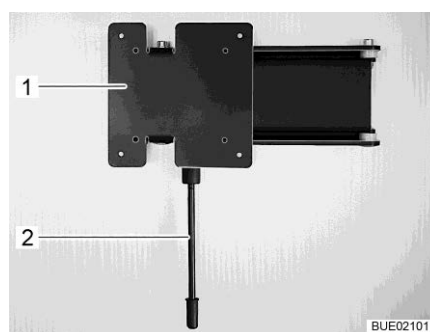

Bild 52 Vägghållare
- Dra låsspaken (Bild 52,1) nedåt och sväng fästet (Bild 52,2) med den platta bildskärmen till önskat läge.